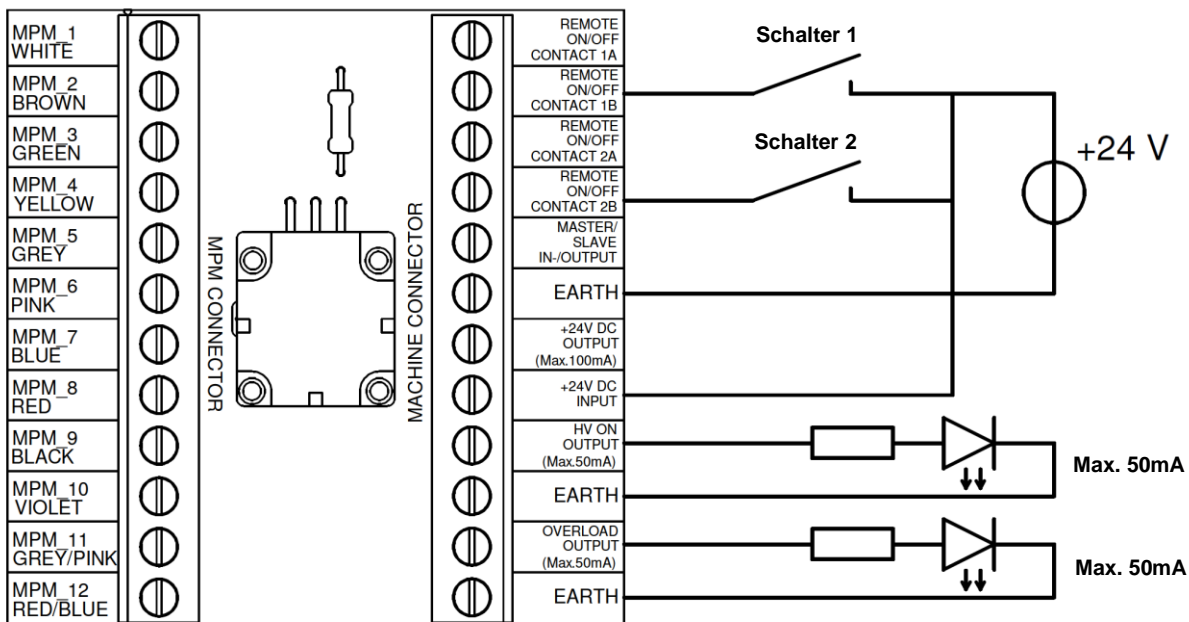

Abbildung 6: Schaltplan External Balance Control Kit mit externer 24 V-Spannungsversorgung.
- Für den Einsatz mit einer externen 24 V DC-Spannungsversorgung: Schließen Sie das Balance Control Kit gemäß Abbildung 6 an.